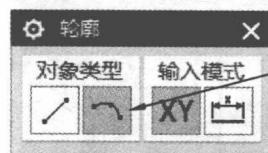
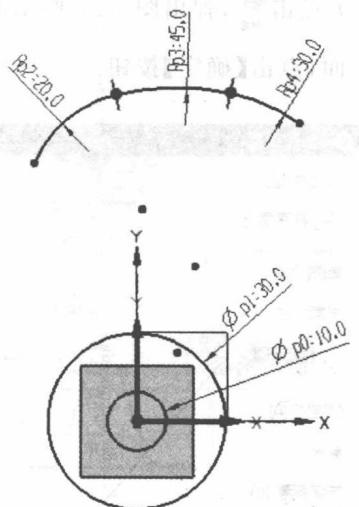

图 1-30 【轮廓】对话框
图 1-31 绘制三个圆弧
(4) 点击轮廓^L，点击【轮廓】对话框中的圆弧，如图 1-30 所示。绘制三个圆弧，快速标注半径分别为 20、45、30，如图 1-31 所示。